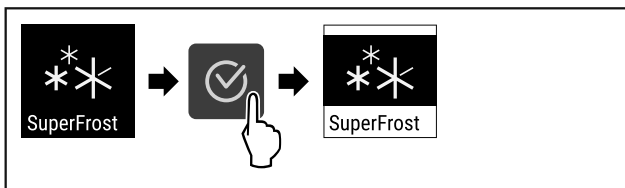

Fig. 65
- ▶ Εκτελέστε τα βήματα ενεργειών (βλέπε Fig. 65) .